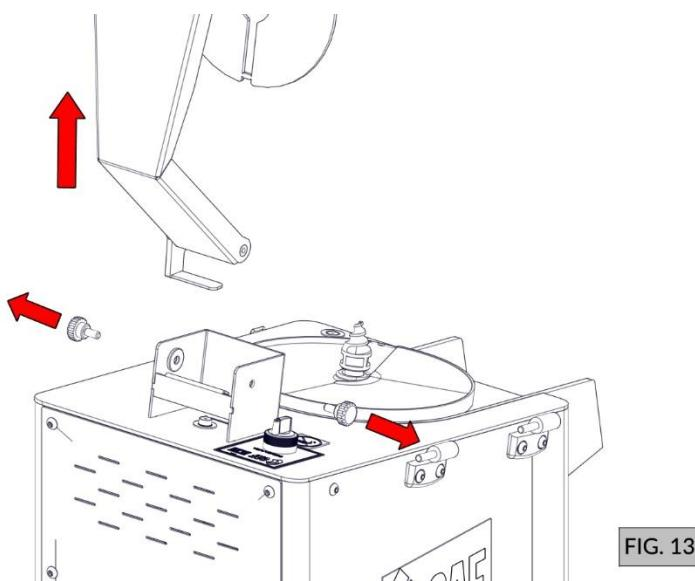

FIG. 13
4. O braço empurrador (FIG. 1) está fixado na tampa pelos manípulos, se houver necessidade de higienização dessa peça, remova um dos manípulos para retirar o braço (FIG. 13).